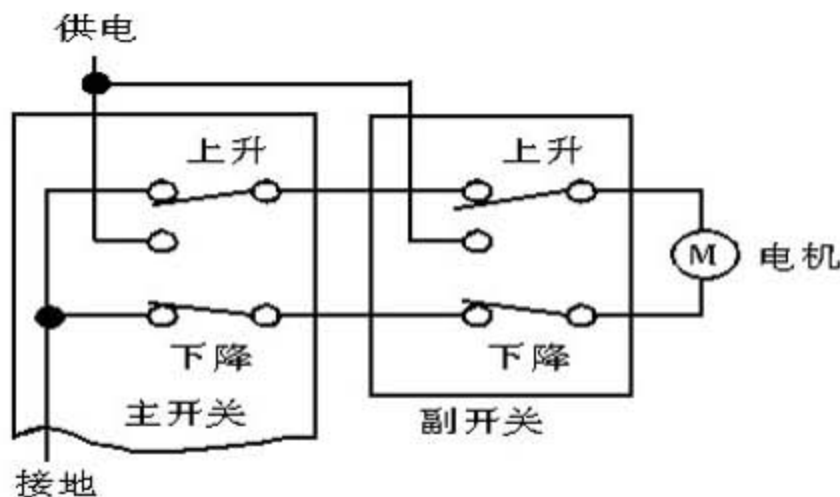

图1 传统型玻璃升降器控制原理图
- 1). 笔者接车后, 开始时认为该车的电动玻璃升降器控制系统与传统的控制系统是一样的, 但后来才发现, 这两种玻璃控制系统根本不相同。传统型玻璃升降控制系统原理图如图 1 所示, 该控制方式大量应用在没有总线控制系统的车辆上。在这种玻璃升降控制系统中, 其他 3 个车门的开关(副开关)都必须经过驾驶员侧主开关构成回路, 其中 1 条线或 2 条作为电源线, 另外 2 条或 1 条是通过主开关的接地控制线。玻璃升降是通过副开关中的双刀开关分别接通电源达到上升和下降的目的, 而主开关控制时也是同样的原理。